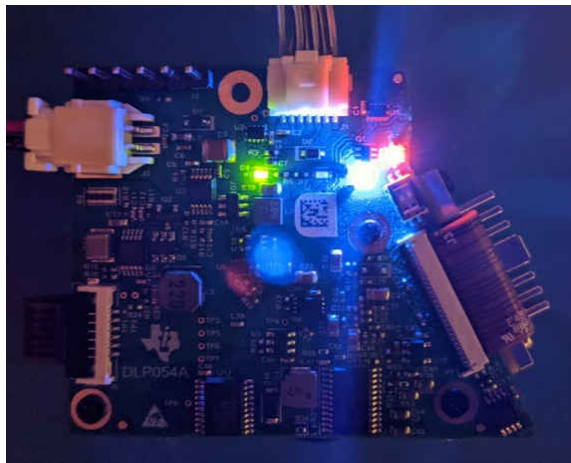

图 5-8. 闪存编程工作模式的 LED 状态
4. 打开 EVM 的电源。图 5-8 显示了闪存编程工作模式下 EVM 的 LED 状态。